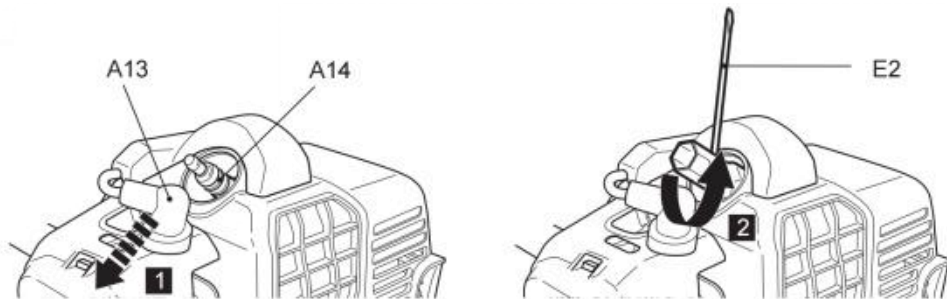

Fig. 78
2. Lösen Sie die Zündkerze (A14) mit dem Multifunktionswerkzeug (E2) gegen den Uhrzeigersinn und entfernen Sie sie vorsichtig (Abb. 78).